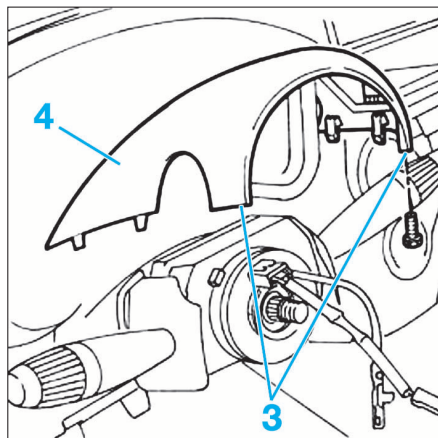

FIG. 4
- Déposer la garniture inférieure (2).
- Déposer les vis de fixation (3) de la garniture supérieure (4) (Fig.4).